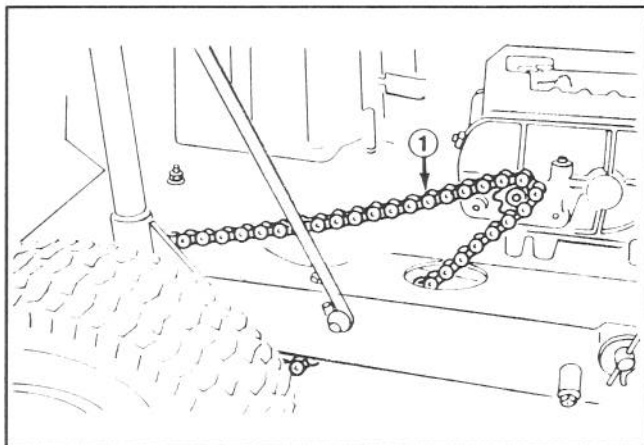
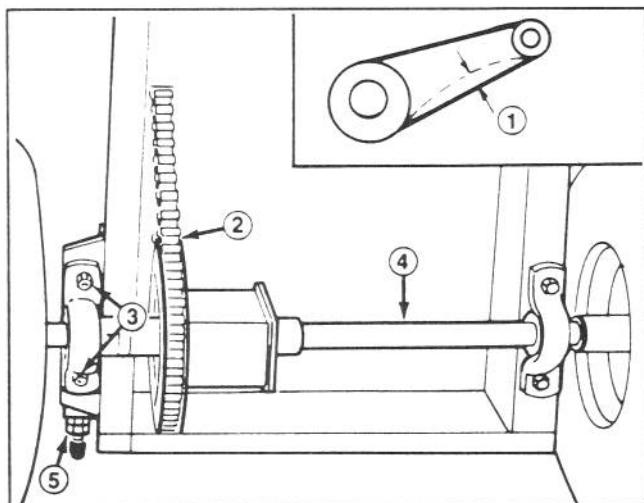

Figure 22
Figure 23
2. Vérifier la déflexion de la chaîne de transmission en tirant dessus ou en appuyant légèrement au milieu de la portée (Fig. 22). La déflexion totale devrait faire 3 mm (Fig. 23). Si la déflexion n'est pas satisfaisante, un réglage est nécessaire — étapes 2 à 13.
7. Desserrer les quatre écrous à embase retenant les supports avec essieu différentiel au châssis de la machine (Fig. 23).
8. Desserrer le contre-écrou arrière sur le tendeur de la chaîne (Fig. 23).
11. L'essieu différentiel devant être parallèle à l'arrière du châssis, mesurer la distance du centre des supports à l'arrière du châssis (Fig. 23). La différence entre les deux mesures ne doit pas être supérieure à 3 mm. Si elle l'est, l'essieu différentiel n'est pas parallèle avec le châssis et doit donc être réglé.